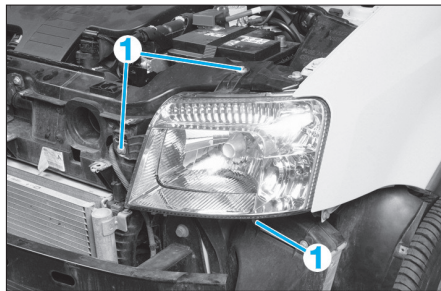

FIG. 63
- les vis de fixation (1) (Fig.63).